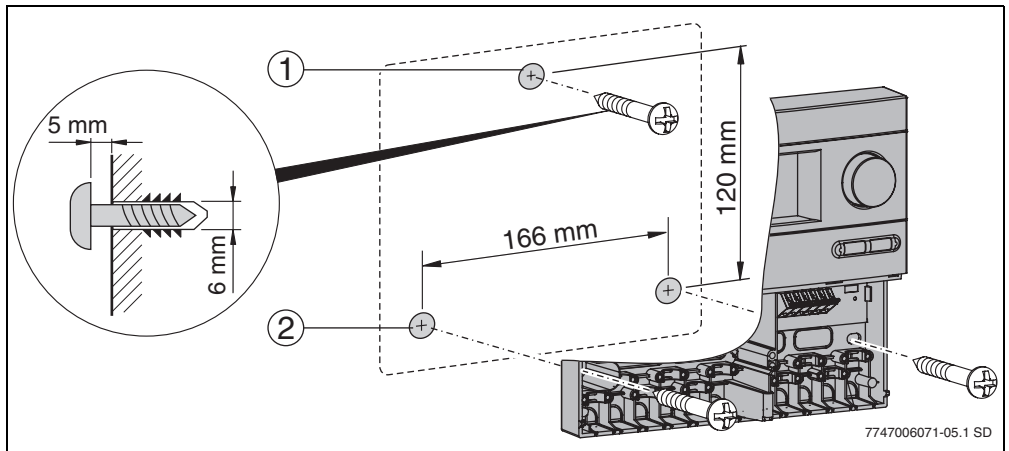

Bild 4 Wandmontage des Reglers
- ▶ Oberes Befestigungsloch (→ Bild 4, Pos. 1) bohren und beiliegende Schraube bis auf 5 mm eindrehen.
- ▶ Untere Befestigungslöcher (→ Bild 4, Pos. 2) anzeichnen, Löcher bohren und Dübel einsetzen.